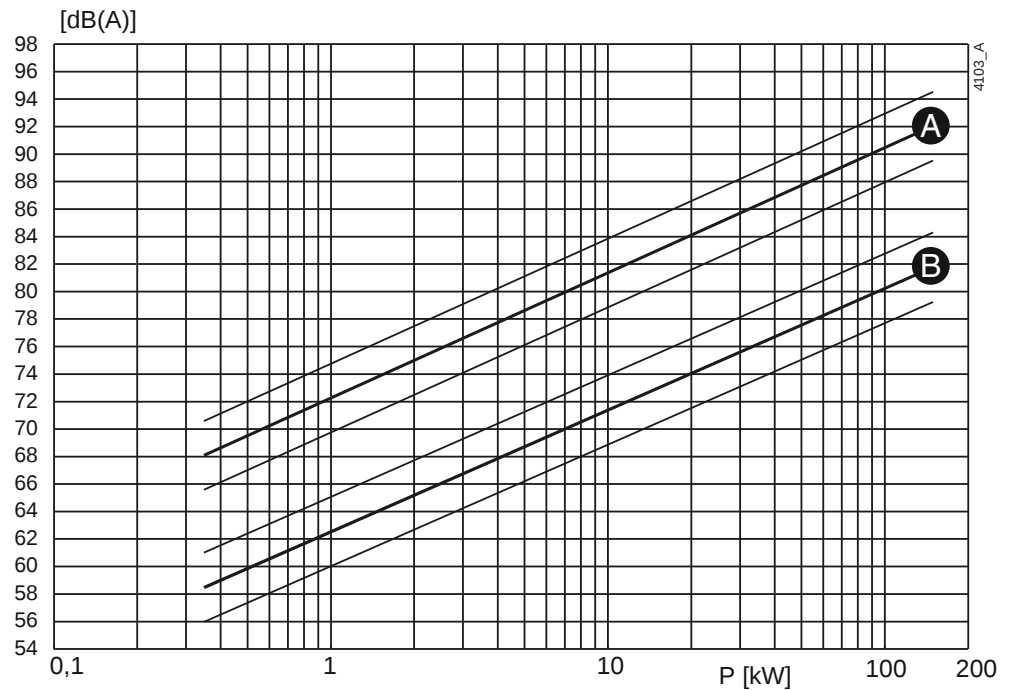
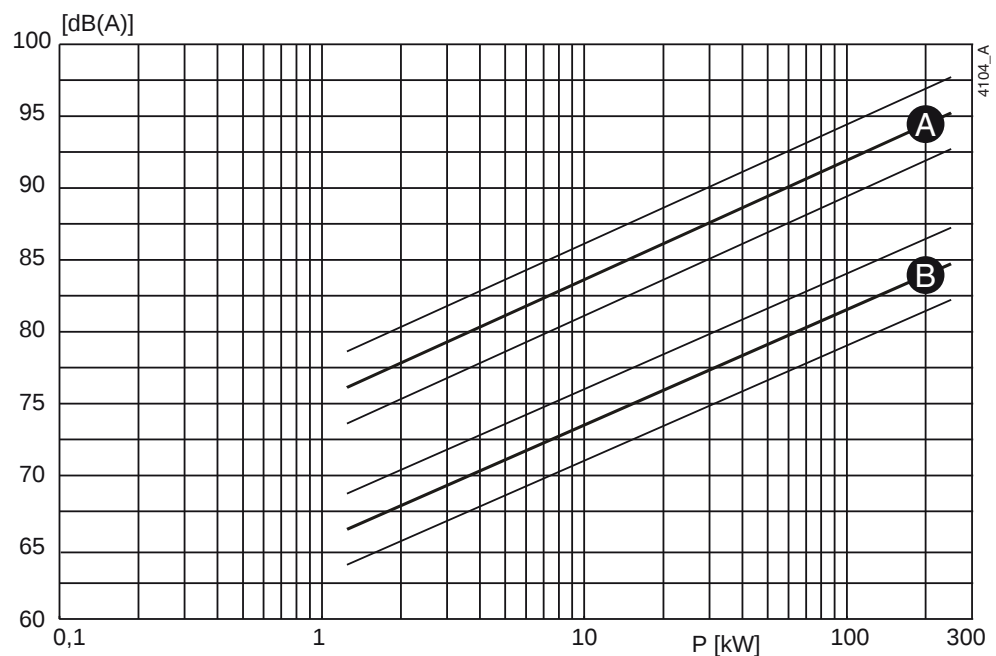

Abbildung 61: Schall als Funktion der Pumpenleistung [kW] bei 1450 min⁻¹
Abbildung 62: Schall als Funktion der Pumpenleistung [kW] bei 2900 min⁻¹
- 1 Um den Schallpegel (L_1) der Pumpe zu bestimmen, siehe Abbildung 61 oder Abbildung 62.